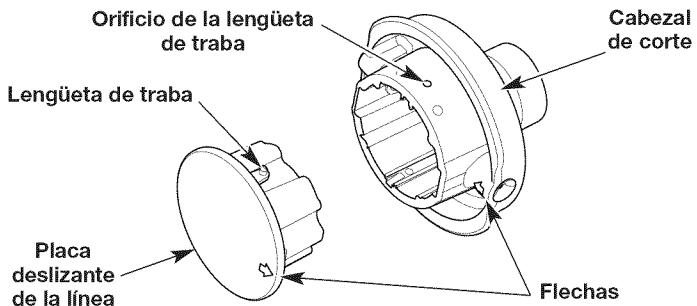

Fig. 15
- Inserte un destornillador Phillips pequeño en el orificio de la lengüeta de traba y empújela hacia adentro (Fig. 15). Al mismo tiempo, hale la placa deslizante de la línea fuera del cabezal de corte.
- Alinee la flecha de la placa deslizante de la línea con la flecha en el cabezal de corte (Fig.15).